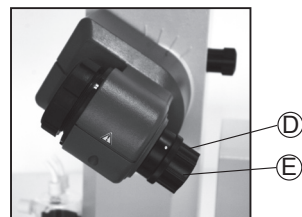

Fig. 9
- ✎ 逆时针转动旋转轴 60° 从而打开锁定装置 (D), (fig. 9)；
- ☞ 如图 9 所示，塑料螺纹装置 (E) 有助于松开蒸发瓶；
- 松开蒸发瓶连接时，握住蒸发瓶，同时转动螺纹推开装置 (E) 直到蒸发瓶松开。